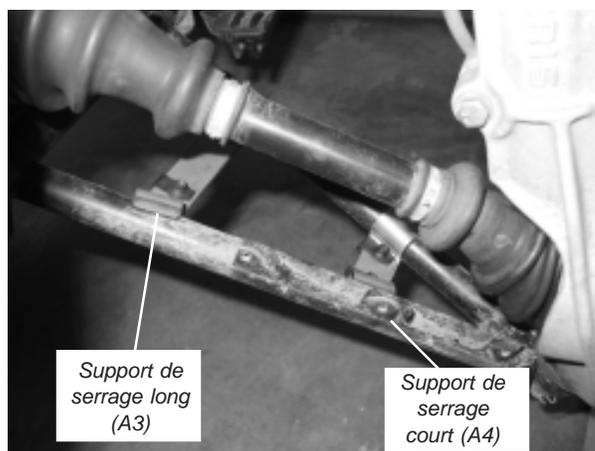

Figure 3
3. Placez les supports de serrage sur le haut du bras triangulaire. Voir figure 3.